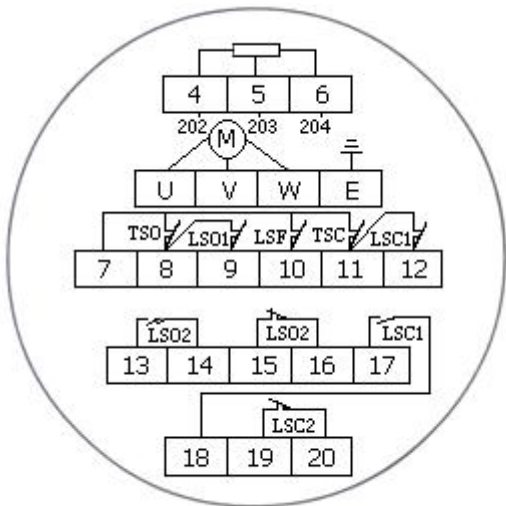

图17 DZB防爆型端子接线图
5.9.3 防爆型电装的接线（见图17）（如端子数不够，订货时必须提出。）